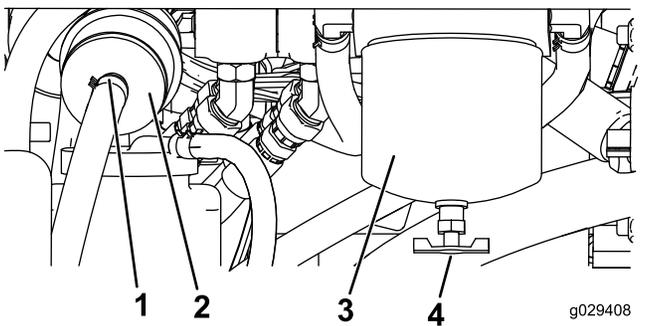

Figura 47
4. Localize o filtro de combustível na parte traseira do motor (Figura 47) e coloque um recipiente limpo debaixo dele.
4. Localize os filtros de combustível no lado direito do motor (Figura 47) e coloque um recipiente limpo debaixo dele.
5. Limpe a zona de montagem do recipiente do filtro (Figura 47).
6. Retire o recipiente do filtro e limpe a superfície de montagem (Figura 47).
9. Monte o filtro manualmente até que a junta entre em contacto com a superfície de montagem, rodando em seguida o filtro mais 1/2 volta (Figura 47).
10. Localize o filtro interior à esquerda do recipiente do filtro de combustível (Figura 47) e tenha em conta a seta de direção do fluxo na lateral do filtro interior.
11. Abra os grampos em cada extremidade do filtro interior e deslize os tubos para fora (Figura 47). Deite fora o filtro.
12. Deslize os tubos sobre a extremidade de um novo filtro (Figura 47), assegurando que a seta no filtro está a apontar para o motor ou para a bomba de combustível elétrica.